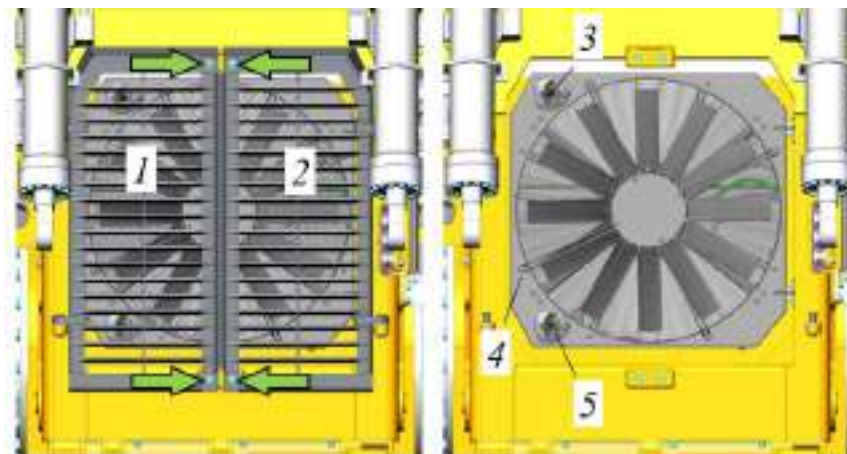
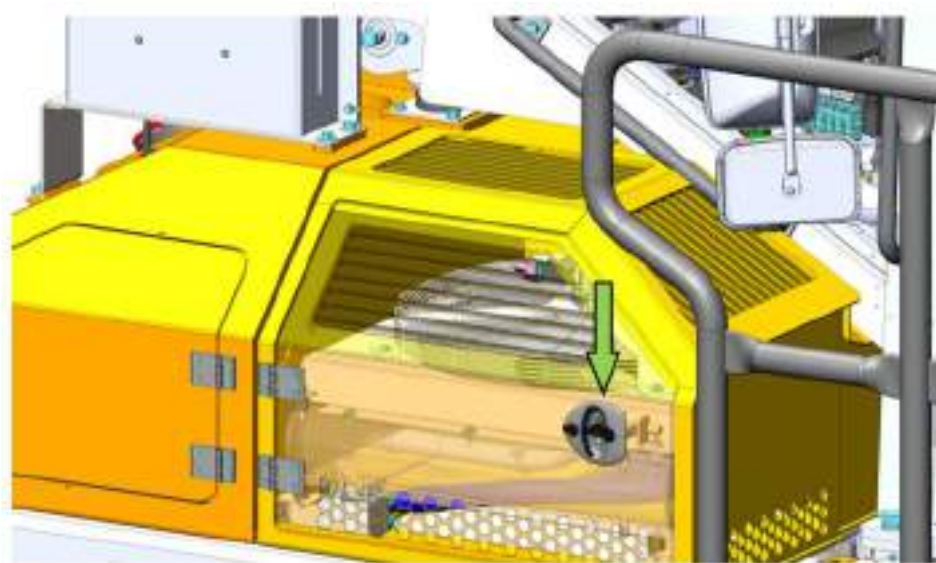

Рисунок 5.74. Процедура открытия защитной решетки и рамы вентилятора
Рисунок 5.76. Размещение радиатора гидросистемы
Для открытия необходимо – выкрутить крепежные болты, место расположения болтов показано стрелками, см. рис. 5.74. Створки защитных решеток поз. 1-2 открываются наружу.
► Открыть раму вентилятора поз. 4, рис. 5.74.
Закрыть и запереть на ключ раму вентилятора 4, рис. 5.74. Закрыть защитные решетки радиатора поз. 1-2 (рис. 5.74), зафиксировав их в закрытом положении при помощи болтов (места расположения крепежных болтов показано стрелками).
Открыть защитные решетки блока радиаторов (рис. 5.74) и дверцу ящика, где расположен радиатор гидросистемы, рис. 5.76.